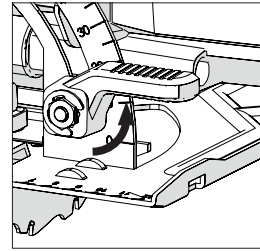

Fig. 13
- Allentare il meccanismo di bloccaggio smusso che si trova sul lato anteriore dell'utensile, tirando verso l'alto la leva. (**Fig. 13**)